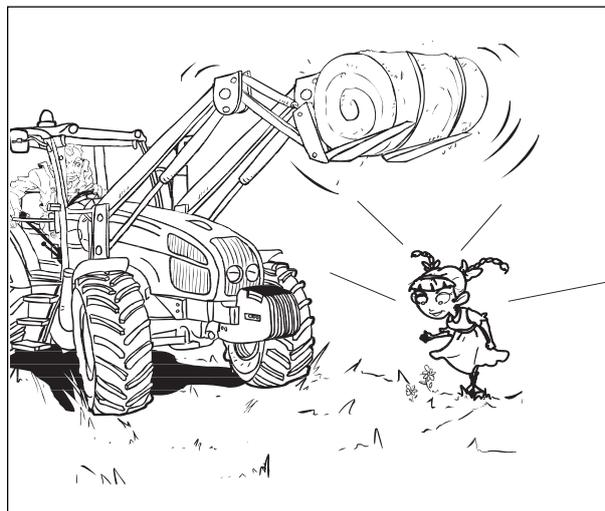

Fig.2-17
ATENÇÃO: NUNCA levante uma carga acima de uma pessoa (Fig.2-17).
- Mantenha os outros a uma distância de segurança enquanto faz manobras. Não permita que ninguém permaneça ou passe debaixo de uma alfaia elevada (Fig.2-17).